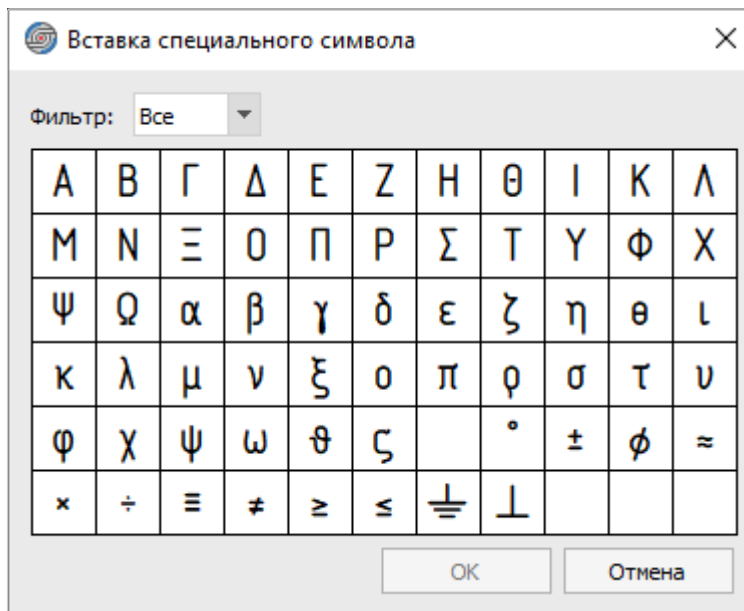

Рисунок 217. Диалоговое окно «Вставка специального символа»
- «Вставка специального символа». В открывшемся диалоговом окне «Вставка специального символа» (см. рисунок 217) щелкнуть по нужному символу. Нажать на кнопку ОК для вставки символа или кнопку «Отмена» для закрытия окна без вставки символа.